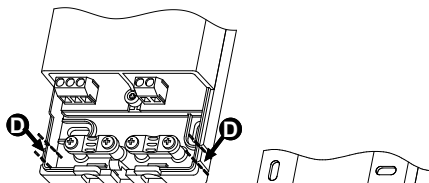

Fig. 4
- Kabelindføring i siden: Fjern, ved hjælp af en passende tang, plastiktænderne, der er vist ved hjælp af pile i (D) Fig. 4